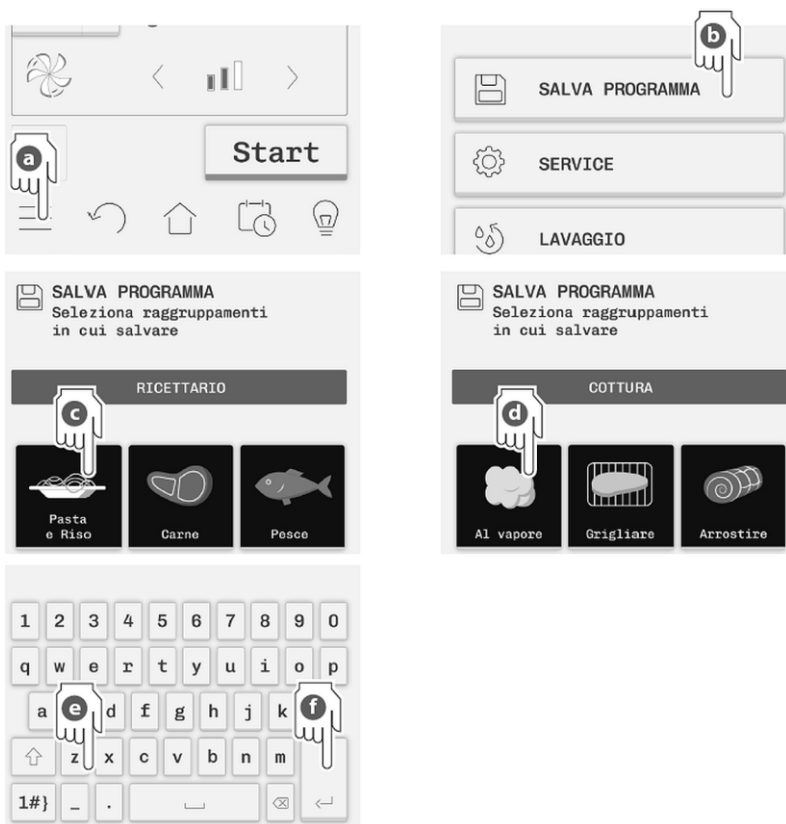

Fig. 44
1. Cliquer sur le symbole  (a, fig. 44).